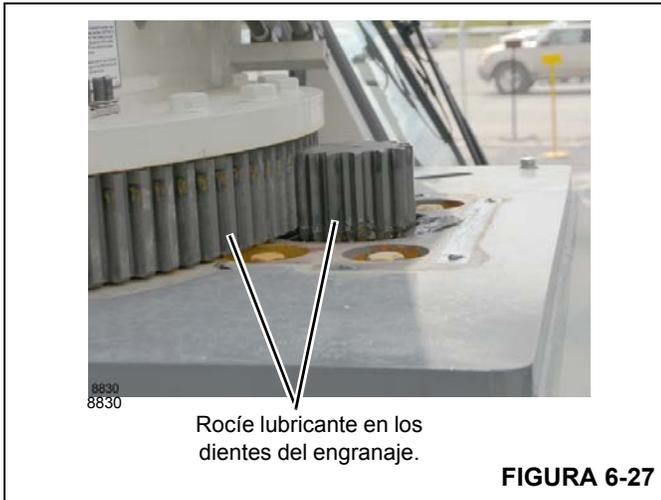

FIGURA 6-27
2. Retire el protector del piñón de giro (Figura 6-27).